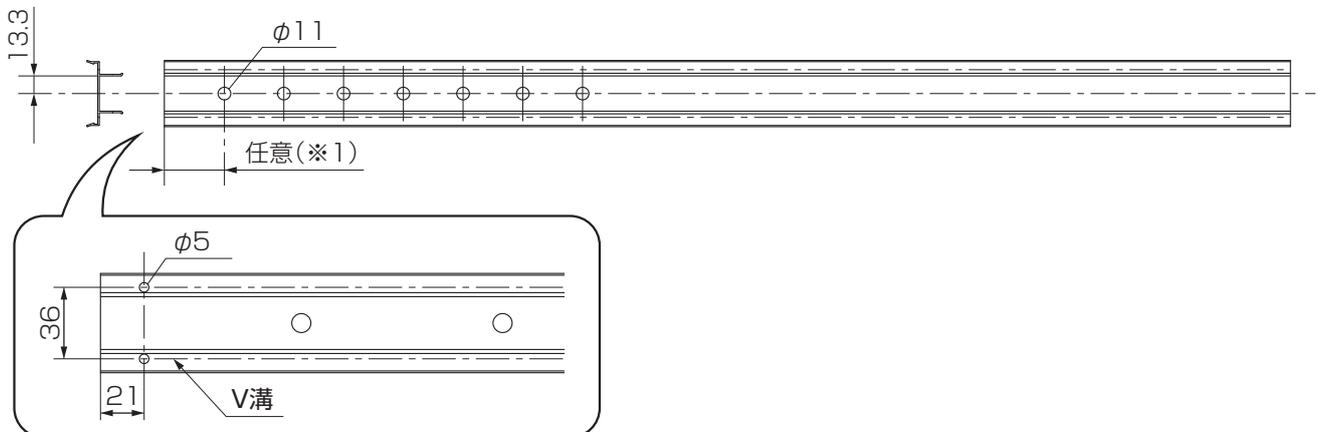

図10-8 埋込み施工補助部材の穴加工
②埋込み施工補助部材にφ5の下穴(取付金具取付け用)をあけてください。(図10-8参照)
③埋込み施工補助部材にφ11の下穴(デザイン格子取付け用)をあけてください。(図10-8参照)